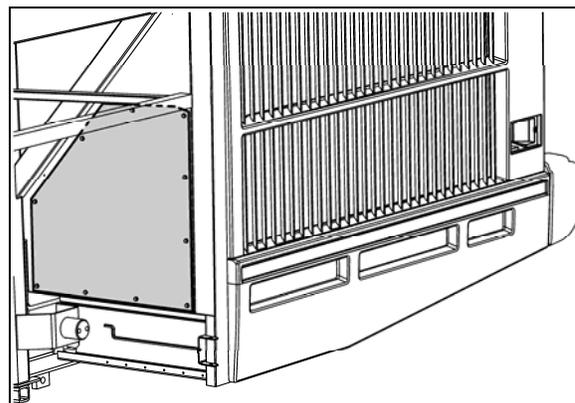

FIGURE 20 : PANNEAU D'ACCÈS DERRIÈRE LA ROUE D'ESSIEU AUXILIAIRE
7. Retirez les vis et démontez le panneau d'accès situé derrière la roue gauche de l'essieu auxiliaire (se reporter à Figure 20).